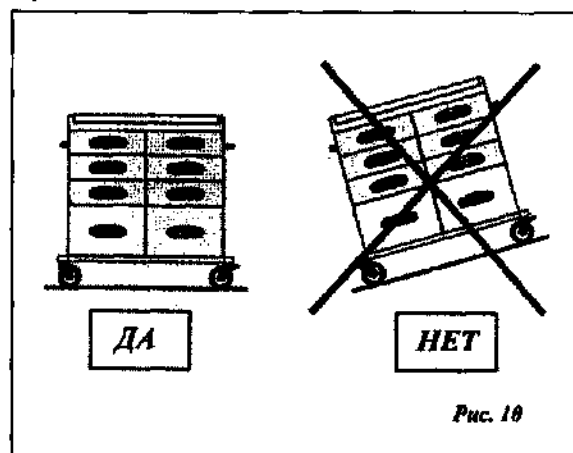

Рис. 10
* Никогда не оставляйте тележку на наклонной плоскости (рис. 10).